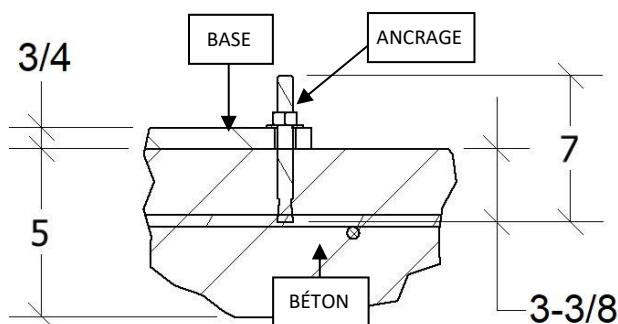

Figure 7 : Base de béton
- 1. SPÉCIFICATIONS DE PLANCHER :** VÉRIFIER ET RENCONTRER LES SPÉCIFICATIONS DE PLANCHER AVANT DE PROCÉDER À L'INSTALLATION. VOIR **Figure 7**.